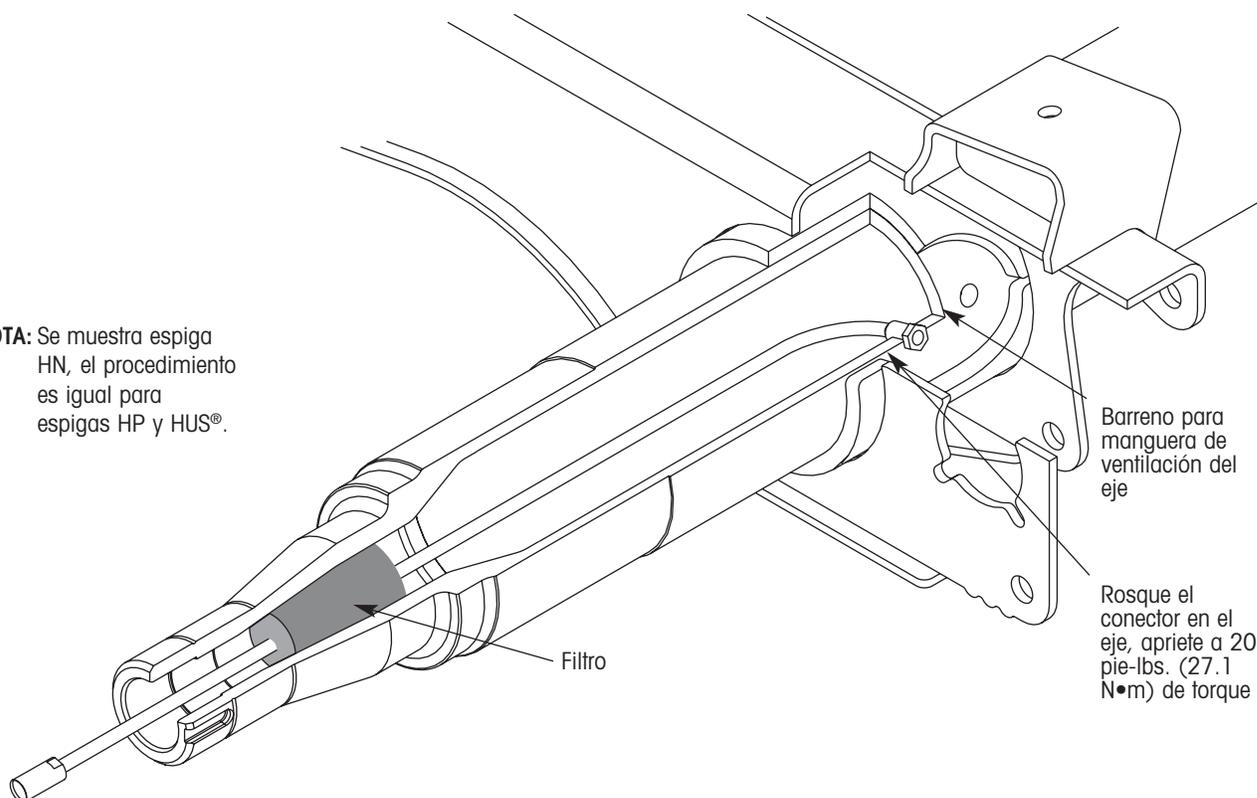

Figura 8. Manguera para eje instalada
3. Rosque el conector de la manguera en el eje y apriete hasta alcanzar 20 pie-lbs. (27.1 N•m) de torque (figura 8).
4. Si no está ya presente, haga una abertura de una pulgada de ancho en el centro del filtro del eje y pase la manguera a través de la abertura. Meta el filtro del eje por la cavidad de la espiga (figura 8).
6. Repita los pasos uno a cinco en el otro lado del eje. Deje el barreno para la manguera de ventilación del eje (figura 8) libre por el momento. Este barreno será usado para instalar posteriormente la manguera de ventilación del eje.